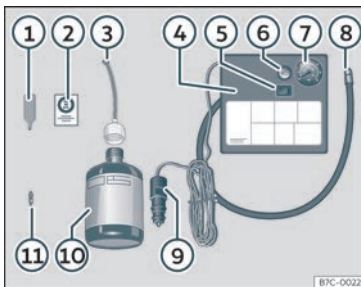

Fig. 34 Representación estándar: contido do kit anticipadas.
O kit anticipadas atópase no compartimento do maleteiro, baixo o revestimento do chan. Inclúe os seguintes compoñentes»» fig. 34 :
- Desaparafuse a carapucha e o obús da válvula do pneumático. Use o dispositivo »» fig. 34 ① para extraer o obús. Póñao sobre unha superficie limpa.
- Sacuda con forza a botella de illante de pneumáticos»» fig. 34 ⑩.
- Enrosque o tubo de inflamento»» fig. 34 ③ na botella de illante. O precinto da botella romperá automaticamente.
- Retire o tapón do tubo de carga»» fig. 34 ③ e enrosque o extremo aberto do tubo na válvula do pneumático.
- Volva a colocar o obús co dispositivo »» fig. 34 ① na válvula do pneumático.
- Enrosque o tubo de inflamento do pneumático do compresor»» fig. 34 ⑧ na válvula do pneumático.
- Asegúrese de que o parafuso de evacuación de aire estea pechado»» fig. 34 ⑥.
• Acople o conector»» **fig. 34 ⑨** á toma de corrente de 12 voltios do vehículo »» páx. 149.
• Conecte o compresor de aire con conmutador ON/OFF»» **fig. 34 ⑤**.
• Pegue o adhesivo»» **fig. 34 ②** no cadro de instrumentos, dentro do campo visual do condutor.
Enrosque de novo o tubo de inflamento »» **fig. 34 ⑤** e comprobe a presión no manómetro **⑥**.